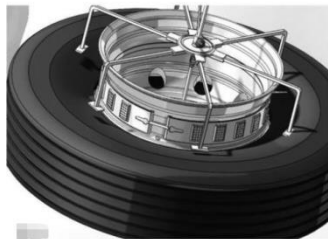

图 4
- a、取出三段式应急装置，放入轮毂凹槽内，一个连接处用工字连接杆连接，另一个连接处用把式件连接，见图 4、图 5；